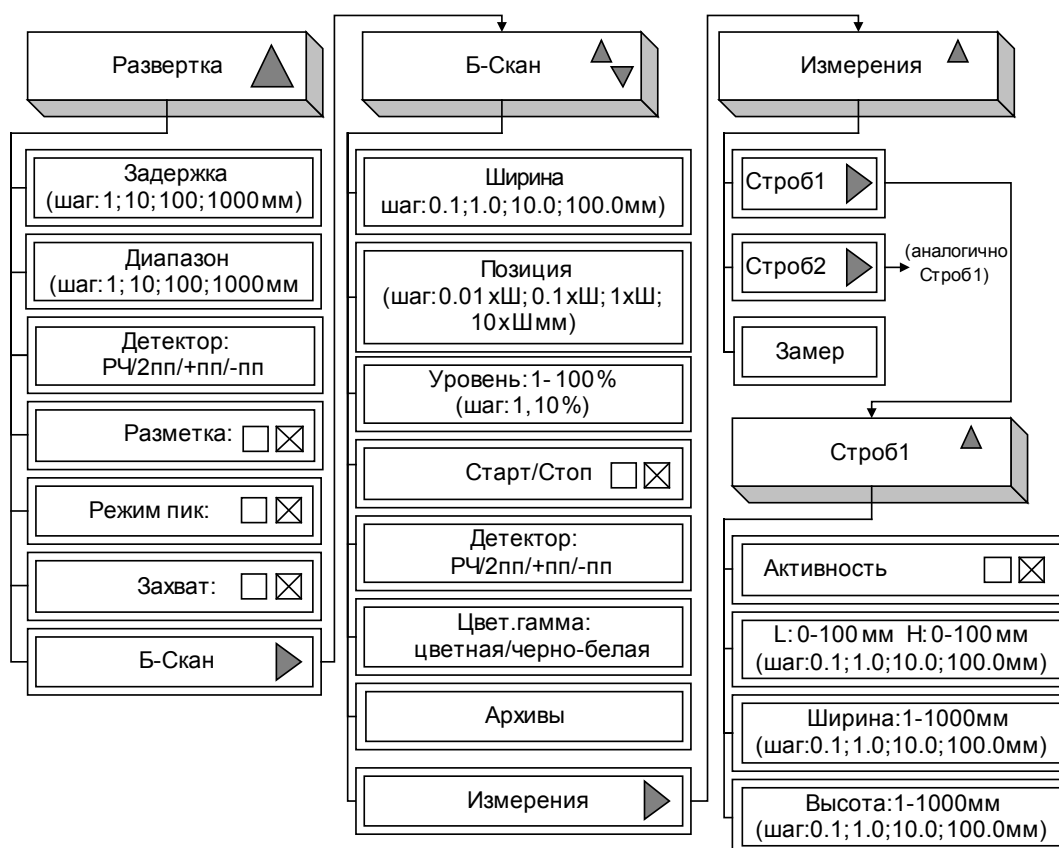

Рисунок 13 – Меню «Развертка»
6.3.1.3 Меню «Развертка» имеет следующую структуру (рисунок 13):